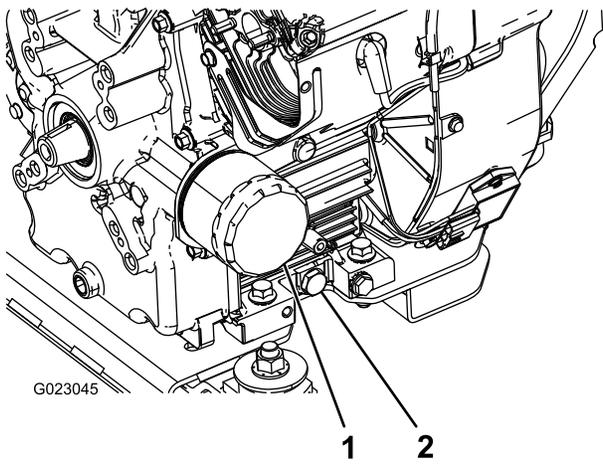

图 43
5. 拆下排油塞(图 43)。
2. 拆下机油滤芯 (图 43)。
5. 将新机油滤芯装在机油滤芯安装座上。顺时针转动机油滤芯、直至橡胶垫片接触到机油滤芯安装座、然后将机油滤芯再旋入 1/2 圈 (图 43)。